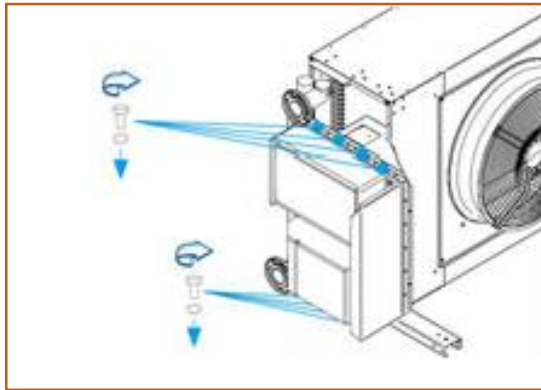

FIG. 09
- Dévisser la fixation entre le panneau des accessoires et les barres de support (FIG. 09).